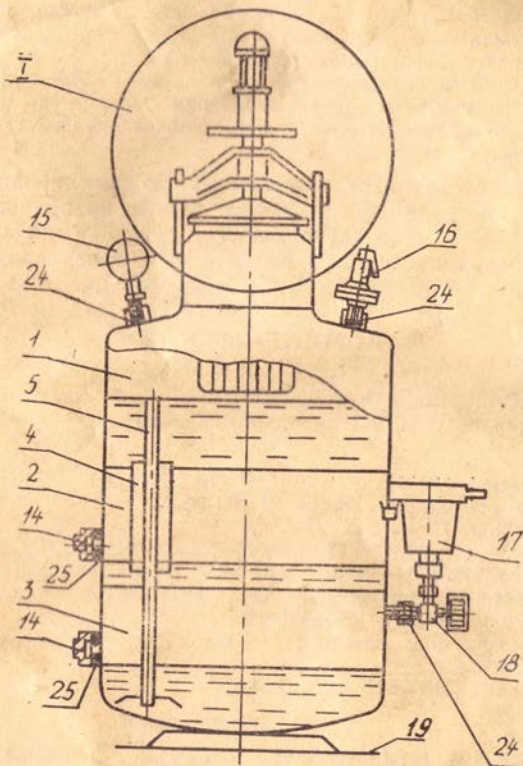

Рис. 1. Генератор ацетиленовый АСП-10:
5.1. Устройство генератора изображено на рис. 1.
Герметизацию штока обеспечивают резиновые уплотнительные кольца 11, вставляемые в гнездо крышки. Необходимое усилие герметичного уплотнения обеспечивается резьбовой пробкой 12. Фиксатор 13 имеет различные по глубине внутренние пазы с буквенными обозначениями О, М, С и Б, что соответствует — нулевой, малой, средней и большой замочке корзины (см. рис. 1). Нижнее положение корзины задается вводом рукоятки-кнопки 21 в паз Б фиксатора, верхнее — в паз О.
применять дополнительные средства при вращении рукоятки 22 (см. рис. 1) для уплотнения крышки;
подтянуть пробку 12 (см. рис. 1), при этом шток должен перемещаться относительно крышки с небольшим усилием;
8.3. Опустить корзину в горловину и вращением рукоятки **22** уплотнить крышку **6** (см. рис. 1).